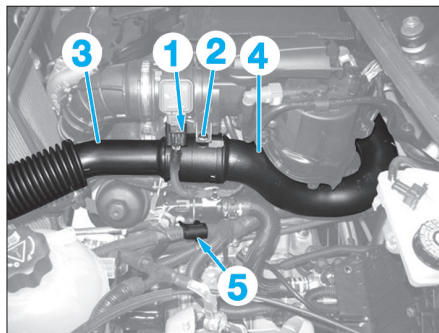

Fig. 24
- Débrancher le connecteur du débitmètre (1) (Fig.24).
- la vis (2),
- le résonateur d'air (3),
- le raccord d'air (4).
- Dégrafer le faisceau (5).